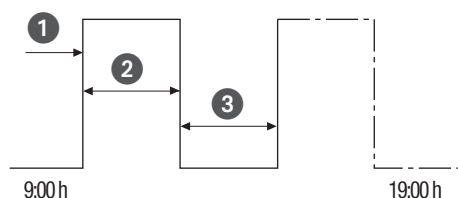

Fig. 32: Commutazione cicli
- (Fig. 32/①) Ora di avvio
- (Fig. 32/②) Durata ON = Accensione ON
- (Fig. 32/③) Durata OFF = Accensione OFF